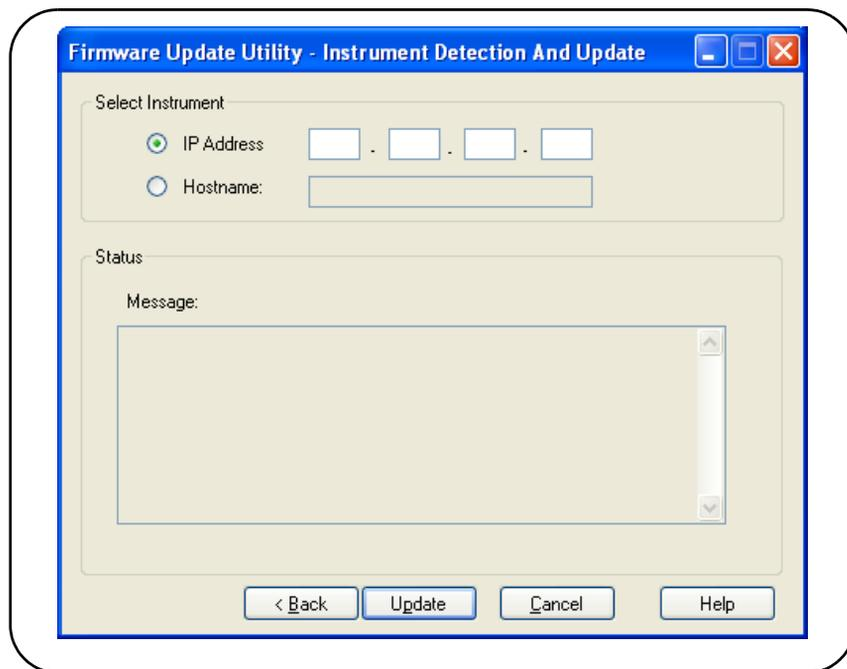

Abbildung 2-11. Angeben von Adresse bzw. Hostnamen
3. Geben Sie IP-Adresse bzw. Hostnamen des Zählers ein (Abbildung 2-11). Wählen Sie 'Update', um die Aktualisierung zu starten.